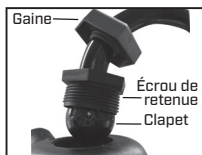

Figure 1
2) Débranchez le bras de raccordement du dessus de l'assemblage de pompe (voir la section couvrant l'installation de la poignée de pompe). (figure 1).